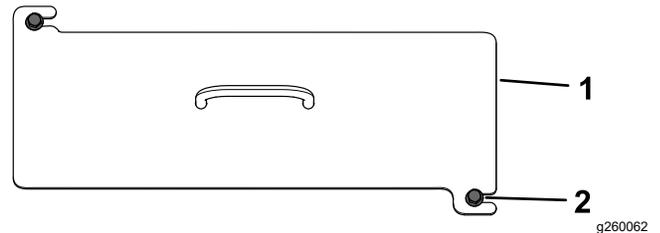

Figure 45
2. Desserrez les 2 boulons qui fixent le couvercle avant à la machine (Figure 45).